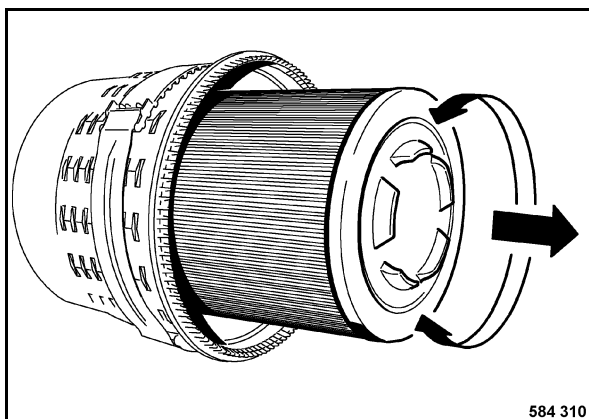

Fig. 175
- Sacar el elemento filtrante principal (Fig. 175) con ligeros movimientos giratorios.